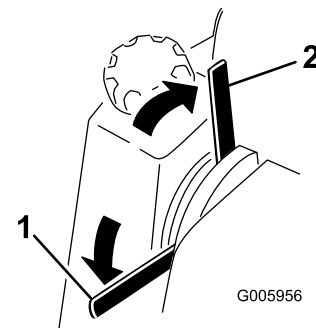

Figura 17
- Mueva la palanca del freno de estacionamiento a la posición de Puesto (Figura 17).